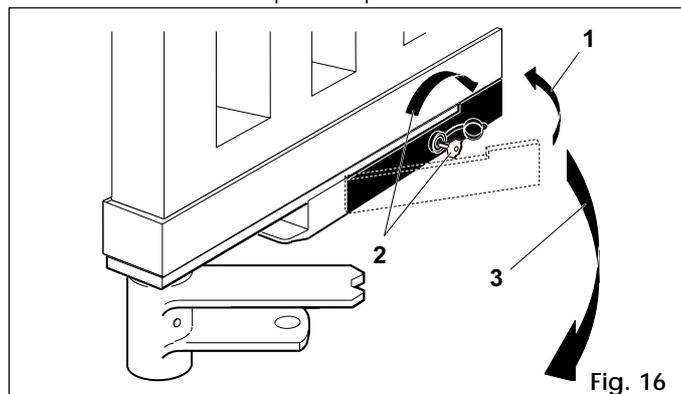

Fig. 16
- Colocar la palanca nuevamente en su posición de reposo (fig. 16-ref. 1).
- Introducir la llave de desbloqueo en la cerradura y girarla hasta el tope en la dirección opuesta a la columna (fig. 16-ref. 2).
- Mover manualmente la cancela hasta que la cerradura se enganche en la barra de bloqueo (fig. 16-ref. 3).